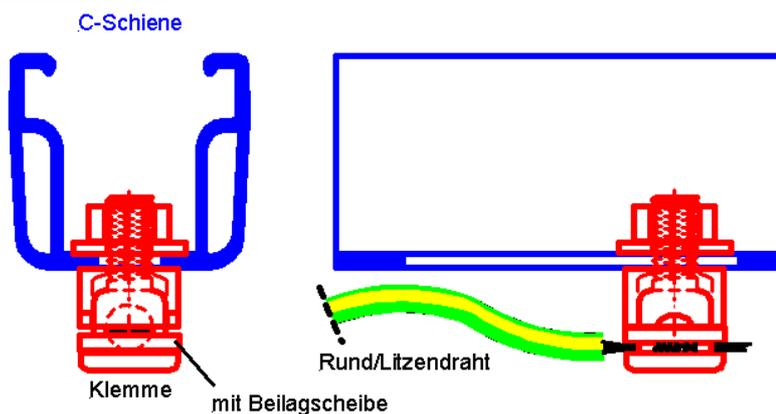

Abbildung 152: Anbindung des Montagesystems an die Erdung mittels MHHnovotegra-Erdungsverbinder
- Erdungsrunddraht mit 8-10 mm Durchmesser (bzw. in der Schweiz 6-10mm Durchmesser). Der Anschluss an die C-Schiene erfordert ein Anzugsmoment von 20 Nm (Abbildung 152 I). ODER
- Erdungsleitung mit mindestens 16 mm² (blitzstromtragfähig, Kupfer, nicht feindrätig) angeschlossen, Abbildung 152 II). Anzugsmoment 10 Nm
Schienen jeder einzelnen Modulreihe anzuschließen. Dies geschieht mit einem Erdungsrunddraht von 8-10 mm Durchmesser (für die Schweiz gelten 6-10 mm Durchmesser) sowie mit den passenden Abzweigklemmen vom Blitzschutzsystem aus (ebenfalls bauseits erforderlich). Anbringung des Erdungsverbinders an der C-Schiene wie in Abbildung 152 I) beschrieben mit einem Anzugsmoment von 20 Nm.